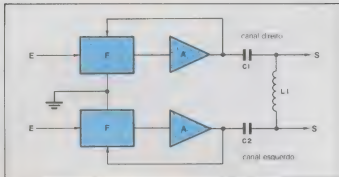

Fig. 2 - Diagrama de blocos que ilustra o princípio de operação do filtro. F representa as unidades de filtragem e A, os amplificadores.
**Aplicações:**— Seria difícil citar item por item, das utilizações de um osciloscópio durante uma manutenção; entretanto, podemos resumir o seguinte: com o osciloscópio você pode ver um circuito funcionando, o que não é possível com um multíteste. Qualquer dispositivo eletrônico possui aquilo que denominamos de fluxo do sinal, isto é: o sinal entra num determinado ponto, percorre um trajeto bem definido e finalmente alcança o ponto de saída, semelhante ao fluxo da água dentro de uma instalação hidráulica residencial. Ela passa pelo registro principal da rua, segue até a caixa d'água, alimenta as várias torneiras e finalmente é descarregada no esgoto; conhecendo a disposição desse circuito hidráulico, um encanador habilitado facilmente localiza qualquer entupimento, assim como o técnico eletrônico experiente, que disponha de um osciloscópio para acompanhar o fluxo do sinal, facilmente localiza um defeito. Além dos eixos X (horizontal = base de tempo) e Y (vertical = amplitude), alguns osciloscópios possuem o chamado eixo Z, através do qual é possível controlar a intensidade do feixe, de acordo com outro sinal, injetado neste terminal. O eixo Z pode ser utilizado para se fazer "marcas" sobre a curva, identificando regiões de destaque. A amplitude do sinal injetado no eixo Z (ver manual do osciloscópio) é que vai controlar a intensidade do feixe (FIG. 2). Ah, e parabéns pelo seu novo osciloscópio; tenho certeza que vai ajudá-lo bastante, Francisco.